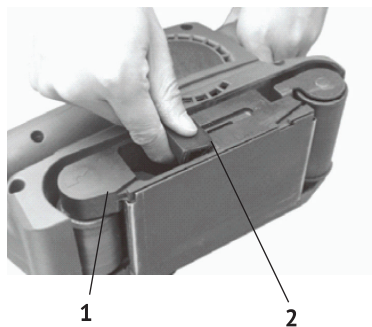

рис.2
На правом лентодержателе (рис.2 поз.1) шлифмашины стрелкой указано направление движения шлифовальной ленты.
1.10 Замена ленты осуществляется просто и быстро, используя рычаг натяжения (рис.2 поз.2), расположенный на правой стороне инструмента, в проёме правого лентодержателя. (рис.2 поз.1)
2.2.1 Установка (замена) шлифовальной ленты (рис.2):
- отвести рычаг натяжения ленты (рис.2 поз.2) вперёд до упора (при этом ведомый ролик сместится назад, к ведущему);